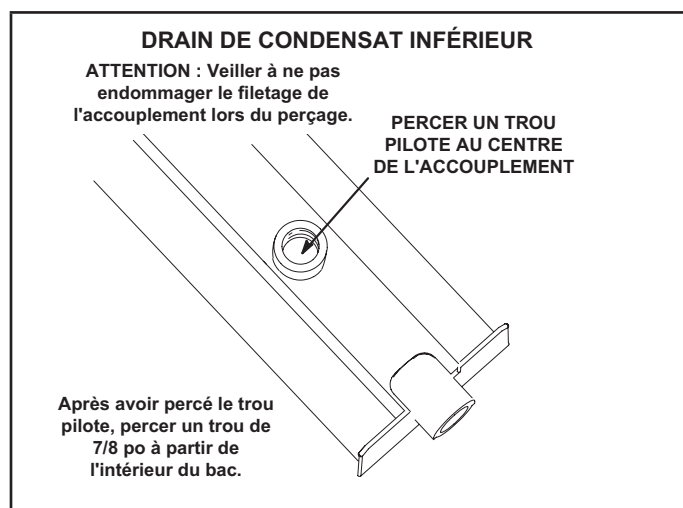

FIGURE 11
- 3 - Retourner le bac de drainage et percer un avant-trou à travers le fond du bac de drainage au centre du raccord. Voir la FIGURE 11.